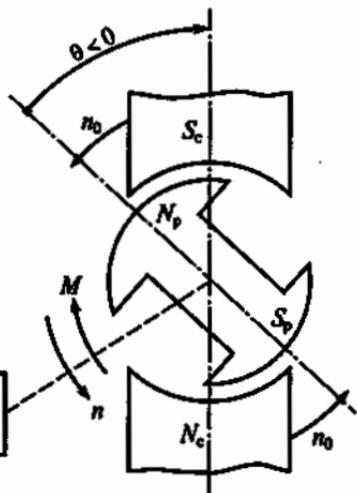

Рис. 230
9.69. Синхронный генератор вращается приводным двигателем (ПД). На рис. 230 показано расположение полюсов ротора N_p , S_p и статора S_c , N_c генератора. (Полюса статора для наглядности изображены в виде постоянных магнитов, на самом деле они являются неявными.) В каком из перечисленных признаков генераторного режима синхронной машины допущена ошибка?